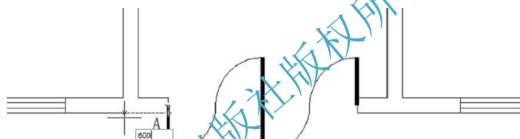

图 2.100 借助 A 点寻找多段线的起点
(1) 打开【正交】(快捷键 F8)、【对象捕捉】(快捷键 F3) 和【对象追踪】(快捷键 F11) 功能。
(2) 启动绘制【多段线】命令(快捷键 PL)。
① 在**指定起点**:提示下,捕捉图 2.100 所示的 A 点,但不单击,将光标水平向左缓缓拖动,拖出虚线后,输入“600”并按 Enter 键。利用【对象追踪】并借助 A 点,找到了多段线的起点位置,此时应注意命令行的第 2 行,查看当前线宽。